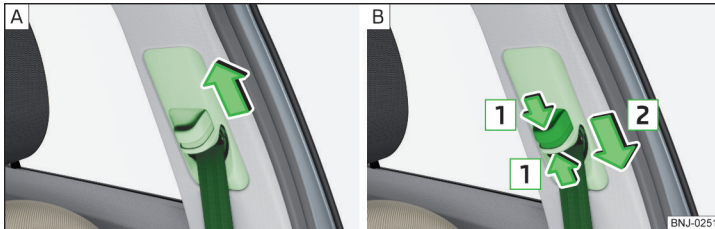

Abb. 21 Gurthöheneinstellung für die Vordersitze
➤ Den Umlenkbeschlag **nach oben** in Pfeilrichtung verschieben » Abb. 21 - [A].
- **Oder:** Die Sicherung in Richtung der Pfeile **1** zusammendrücken und den Umlenkbeschlag **nach unten** in Pfeilrichtung **2** verschieben » Abb. 21 - [B].